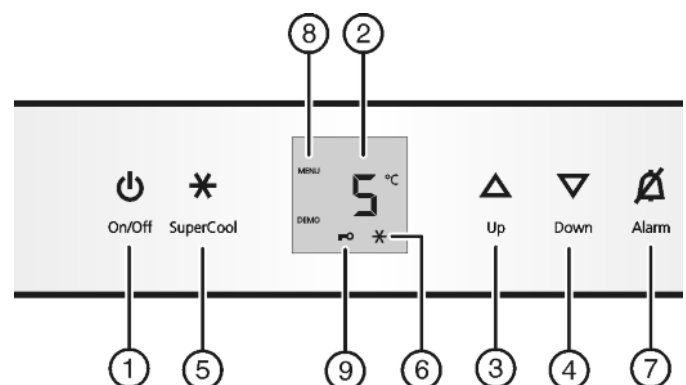

Fig. 2
- Taste On/Off Fig. 2 (1) drücken.
- ▶ Einstellmodus aktivieren: Taste SuperCool *Fig. 2 (5)* ca. 5 s drücken.
- ▷ Das Symbol Menu *Fig. 2 (8)* leuchtet.
- ▶ Die Taste SuperCool *Fig. 2 (5)* kurz drücken, um zu bestätigen.
- ▶ Zum Einschalten der Kindersicherung Taste SuperCool *Fig. 2 (5)* kurz drücken.
- ▷ Das Symbol Kindersicherung *Fig. 2 (9)* leuchtet. In der Anzeige blinkt **c**.
- ▶ Zum ausschalten der Kindersicherung Taste SuperCool *Fig. 2 (5)* kurz drücken.
- ▷ Das Symbol Kindersicherung *Fig. 2 (9)* erlischt. In der Anzeige blinkt **c**.
- ▶ Einstellmodus deaktivieren: Taste On/Off *Fig. 2 (1)* drücken.
- ▶ Taste Alarm *Fig. 2 (7)* drücken.
- ▶ Temperatur wärmer einstellen: Einstelltaste Up *Fig. 2 (3)* drücken.
- ▶ Temperatur kälter einstellen: Einstelltaste Down *Fig. 2 (4)* drücken.
- ▶ Taste SuperCool *Fig. 2 (5)* kurz drücken.
- ▷ Das Symbol SuperCool *Fig. 2 (6)* leuchtet in der Anzeige.
- ▷ Das Symbol SuperCool *Fig. 2 (6)* erlischt in der Anzeige.